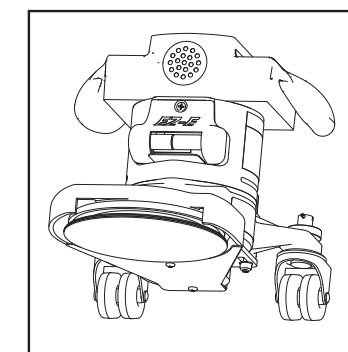

Imagen 5
3. Con la máquina en posición reclinada, agarre firmemente ambas manijas y coloque el interruptor de control en la posición «ON». (Imagen 5)